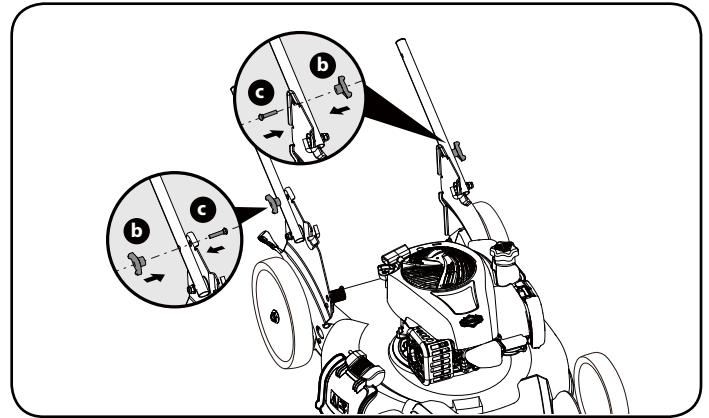

Figura 2
2. Fije la manija inferior al soporte del mango usando 1 perilla (b) y 1 perno (c) en cada lado. (Figura 2)